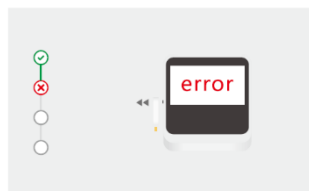

Fig.32 Device is ERROR
- El display muestra ERROR (Fig. 32), Indica que hay una falla.